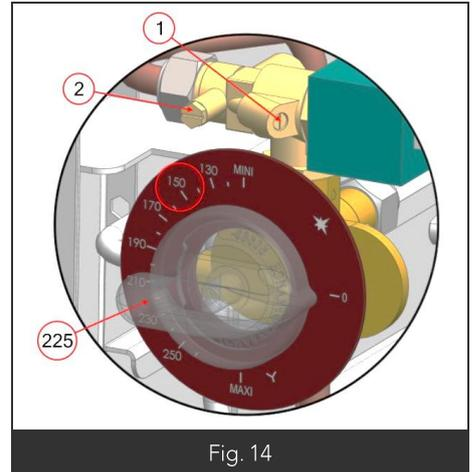

Fig. 14
- 7- Ouvrir la porte du four, puis, à l'aide d'un tournevis plat, ajuster le débit réduit en agissant sur la vis de ralenti (Fig. 14 – Rep. 1). Le réglage est correct lorsque les flammes sont réduites de  $\frac{3}{4}$  environ par rapport à leur taille en position mini. Le brûleur ne doit pas s'éteindre lors du passage du débit maxi au débit mini.